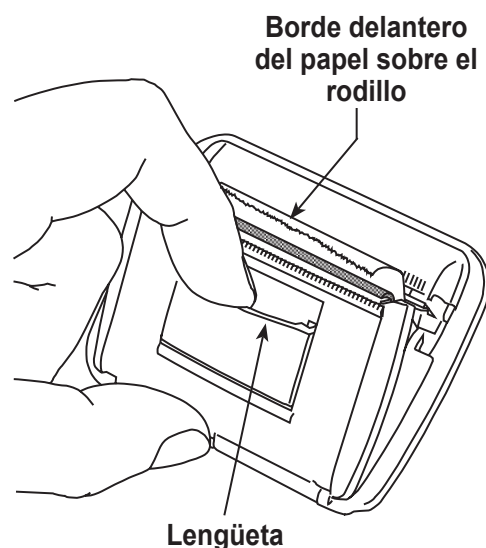

Figura 26
1. Retire la tapa de la impresora jalando de la lengüeta como se muestra en la Figura 26.